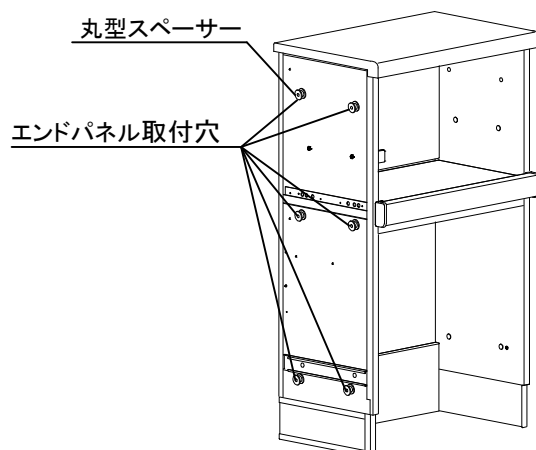

図8
- (1)側板の穴シールを取り剥がしてください。
- (2)側板の6ヶ所に、丸型スペーサーの穴を合わせて貼付けてください。(図8参照)